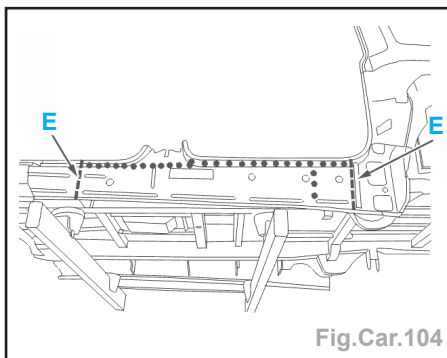

Fig.Car.104
- Souder par cordons successifs au MIG (suivant **E**) (Fig.Car.104).